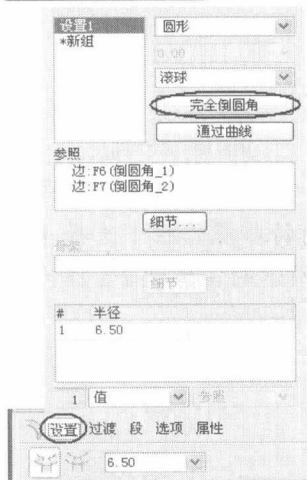
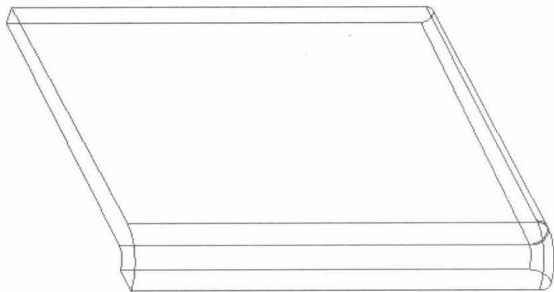

图1-18 设置完全倒圆角选项
图1-19 产生圆角
10. 在如图 1-18 所示的倒圆角特征操作栏中选择【设置】命令，单击 **完全倒圆角** 按钮，单击 ☒ 按钮，结果如图 1-19 所示。